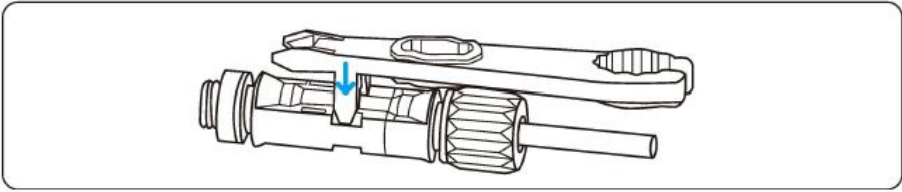

Figura 8.1 Extracción del conector de entrada de CC
**Paso 1:** Desconecte todos los cables del inversor, incluidos los cables de comunicaciones, los cables de alimentación de entrada de CC, los cables de alimentación de salida de CA y los cables PGND, como se muestra en la figura 8.1.